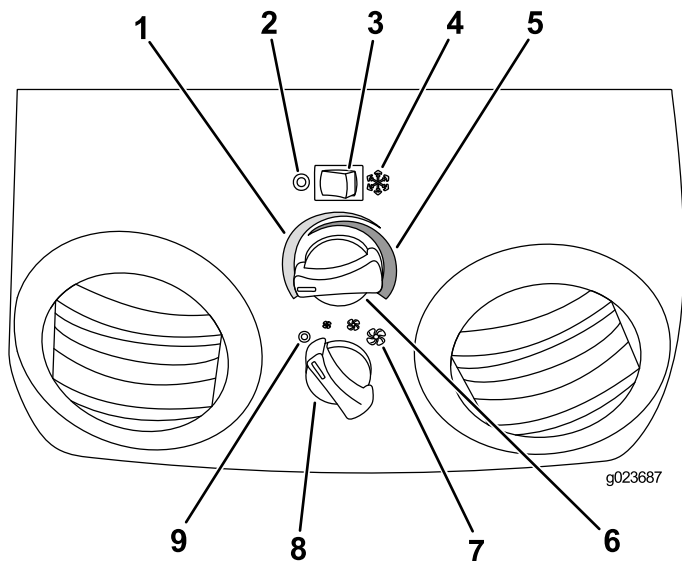

Рисунок 64
1. Нажмите переключатель КОНДИЦИОНИРОВАНИЯ ВОЗДУХА вправо, чтобы включить систему кондиционирования (положение ON (Вкл.)) (Рисунок 64).
3. Поворачивайте РЕГУЛЯТОР ТЕМПЕРАТУРЫ влево, пока не достигнете требуемой температуры (Рисунок 64).
4. С помощью регулятора СКОРОСТИ ВЕНТИЛЯТОРА установите низкую, среднюю или высокую скорость (Рисунок 64).
1. Нажмите переключатель КОНДИЦИОНИРОВАНИЯ ВОЗДУХА влево, чтобы отключить систему кондиционирования (положение OFF (Выкл.)) (Рисунок 64).
3. Поворачивайте РЕГУЛЯТОР ТЕМПЕРАТУРЫ вправо, пока не достигнете требуемой температуры (Рисунок 64).